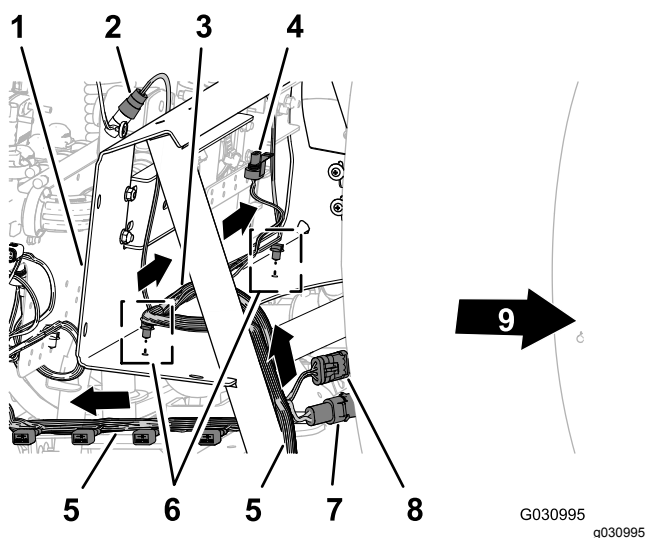

Figura 125
1. Passe a secção com 203 cm da cablagem por dentro do suporte para a montagem da válvula e para trás na direção da montagem das 10 válvulas, conforme indicado na Figura 125.
2. Passe a secção com 81 cm da cablagem para o fluxímetro e válvula de agitação através da frente da montagem do coletor (Figura 125).
3. Insira os três fixadores serrilhados da secção com 81 cm da cablagem nos orifícios na flange inferior da montagem do coletor (Figura 125).